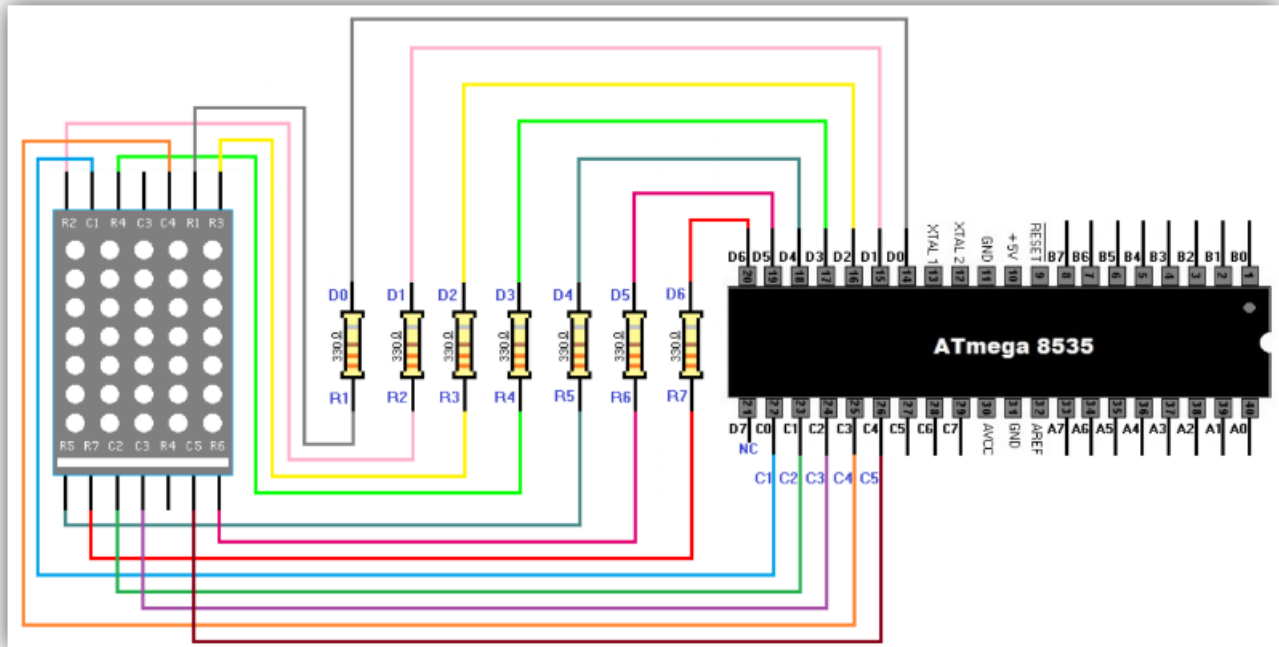

Figura 3. Circuito para conectar las Filas (D0-D7) y las Columnas (C0-C4) de la matriz 7x5.
1.- Diseñe un programa para visualizar en una matriz de leds de 7x5 los números del 0 al 9 tal y como lo muestra la figura 3.